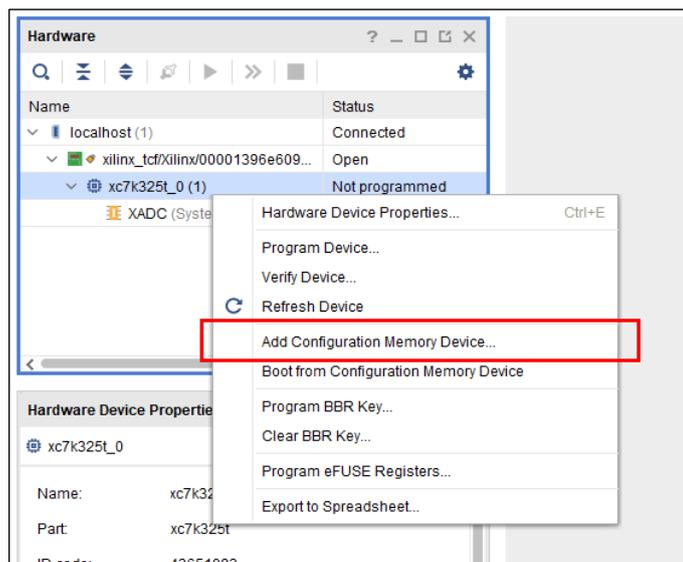

Рисунок 3 - Добавление микросхемы конфигурационной памяти MT25QL256.
- нажать правую кнопку мыши на «xc7k325t_0» и выбрать «Add Configuration Memory Device...» рисунок 3.